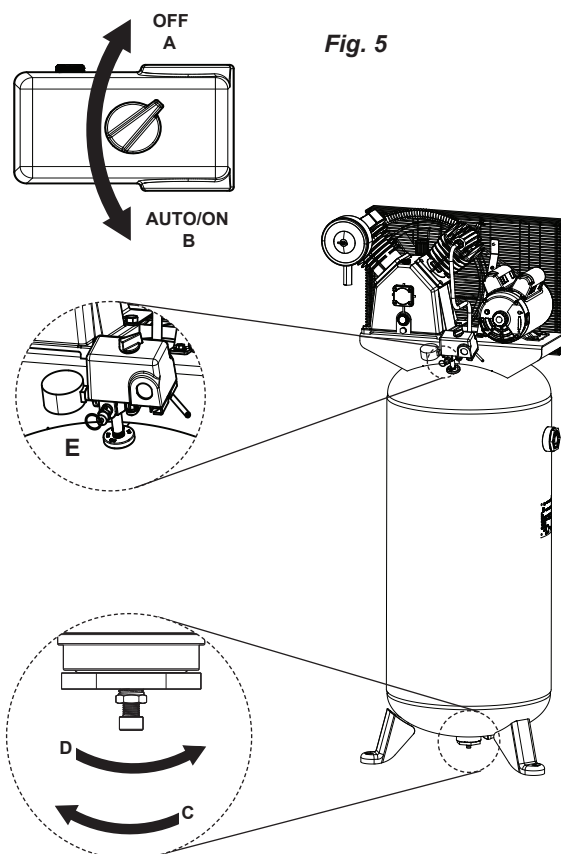

Fig. 5
Vacíe la humedad presente en el tanque (para conocer las instrucciones, consulte "Parada" en la sección de instrucciones de funcionamiento, Vea Fig. 5).
1. Coloque la palanca AUTO/ON en "OFF" (véase la **Fig. 5 A**), desenchufe la unidad y libere toda la presión de aire del depósito de aire.
1. Active off el interruptor principal de alimentación y purgue todo el aire del depósito (Vea **Fig. 5** "Parada" en la sección de Instrucciones operativas). Asegúrese de que el compresor se ha enfriado antes de repararlo.